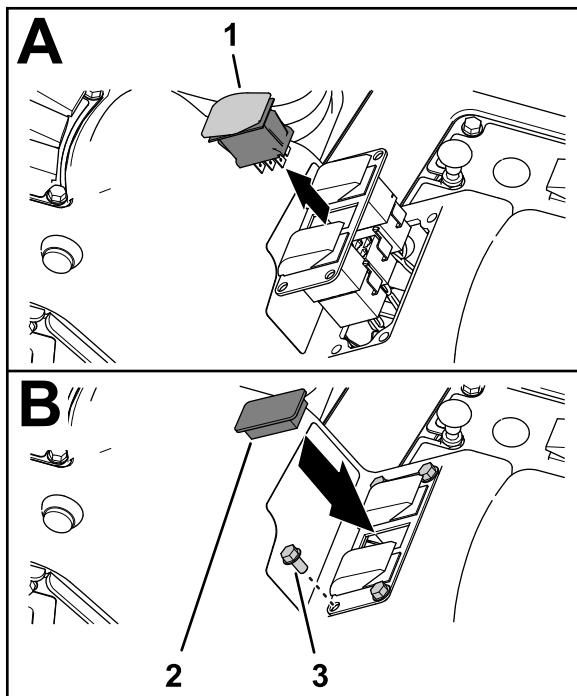

図 34
2. レート制御スイッチのロックタブをつまんで、スイッチを3スイッチパネルから押し出す 図 34。
5. 3 スイッチパネルを制御コンソールに組み付ける 図 34 ステップ 1 で取り外したフランジヘッドねじ $\frac{1}{4} \times \frac{1}{2}$ " 4 本を使用する。